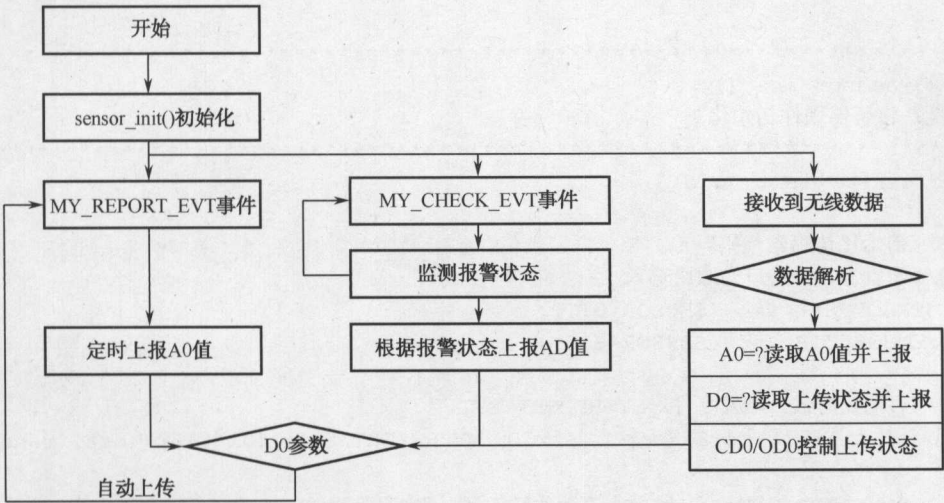

图 4.37 火焰传感器驱动程序流程分析
(2) 传感器驱动程序开发。可燃气体传感器的驱动开发请参考可燃气体检测系统这一章节相关内容。火焰传感器与人体红外传感器类似, 以火焰传感器为例进行分析。火焰传感器的程序逻辑如图 4.37 所示。